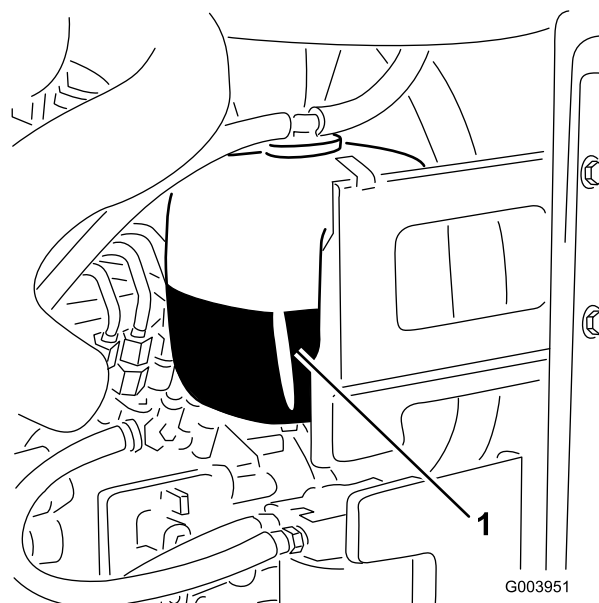

Рисунок 35
1. Проверьте уровень охлаждающей жидкости в расширительном бачке (Рисунок 35).